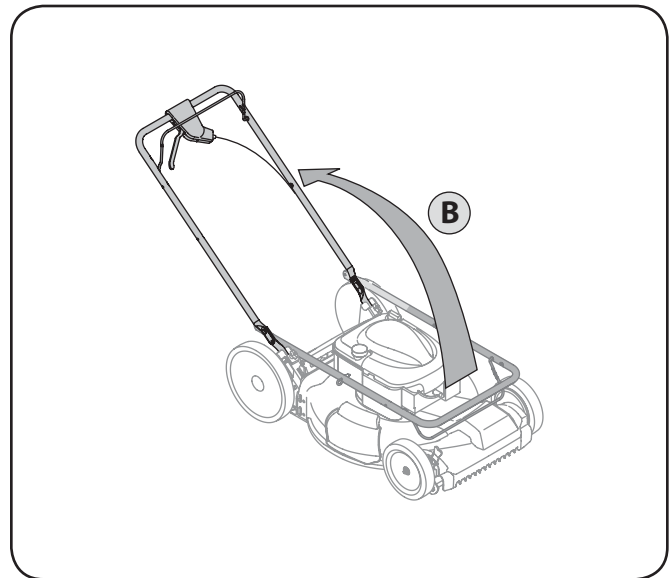

Figura 3-2
- b. Si bien la estabilización de cortacésped por lo que no se mueve, pivote asa superior como se muestra en la figura. 3-2. No engrazado cable mientras levanta la palanca hacia arriba.